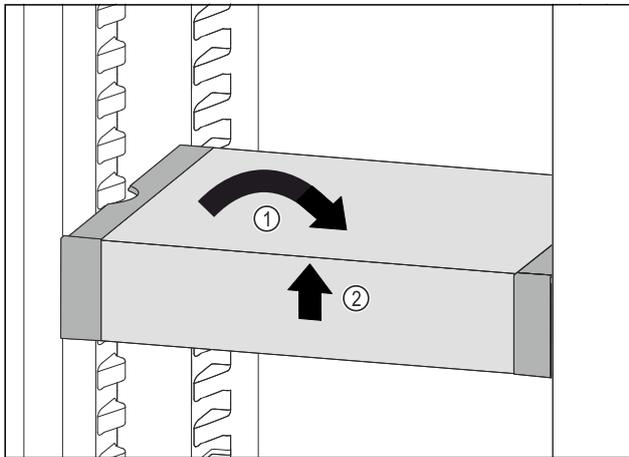

Fig. 85
- ▶ VarioSafe gerade stellen. Fig. 85 (1)
- ▶ VarioSafe vorne anheben. Fig. 85 (2)